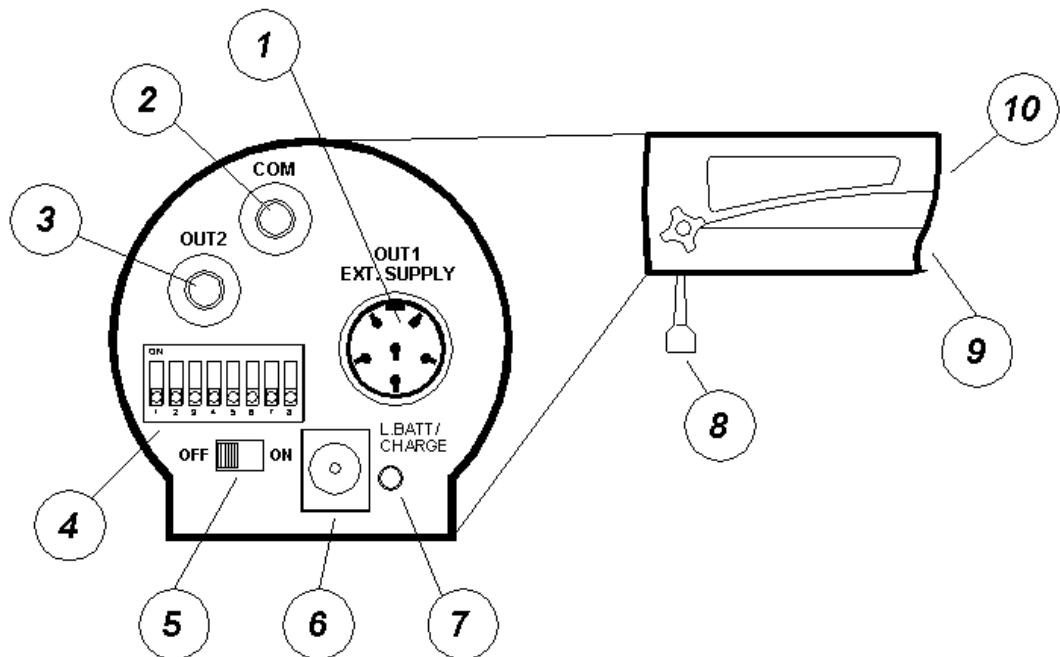

Figure 1
- tension de recharge: tension appliquée au jack de recharge (voir Figure 1 n°6). La tension doit être comprise entre 8 V et 13 V (il est vivement déconseillé d'utiliser des tensions supérieures à 13 V; en effet, avec de telles tensions, un élément de protection (varistor) interrompra le circuit d'alimentation. Le circuit repartira une fois que les conditions de tension seront revenues aux valeurs opératives.
- tension d'alimentation: tension fournie à la photocellule par la prise 6 points de type Amphenol (Figure 1 n° 1 La tension doit être comprise entre 5 V et 13 V. Dans ce cas aussi, il existe une protection analogue à celle à peine vue pour la tension de recharge.
Dans le cas où l'on souhaiterait recharger tout de suite les accumulateurs sans procéder au préalable à leur décharge, il suffit de positionner le déviateur (Figure 1 : n° 5) sur ON pendant un court instant et revenir ensuite rapidement sur OFF. Dans ce cas, le programme de gestion de la recharge n'effectuera pas la décharge des batteries au préalable (pas 3 et 4).